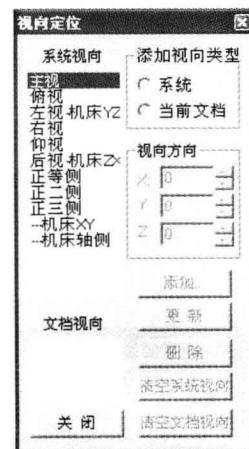
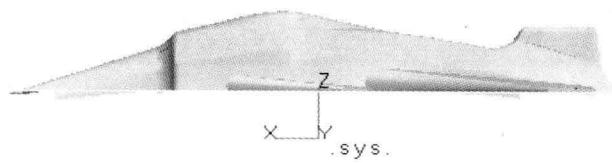

图1-1 “视向定位”对话框
图1-2 主视图
② 单击“视向定位 \square ”按钮 \square ，弹出“视向定位”对话框，如图1-1所示，双击系统视向列表中的“主视”，显示的结果如图1-2所示。